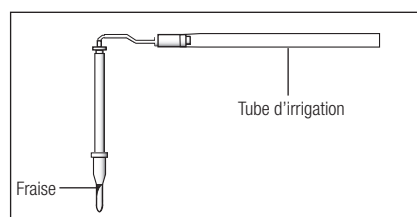

Fig.11
- 3) Insérez l'embout d'irrigation interne dans la fraise depuis l'arrière. (Fig.11)